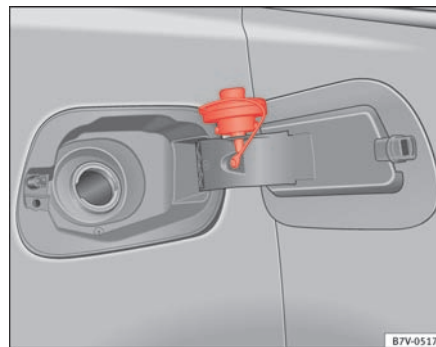

Fig. 160 Åben tankklap med tankdæksel
- Skru tankdækslet af mod venstre, og sæt det fast i den dertil beregnede åbning på tankklappens hængsel ⇒ Fig. 160.